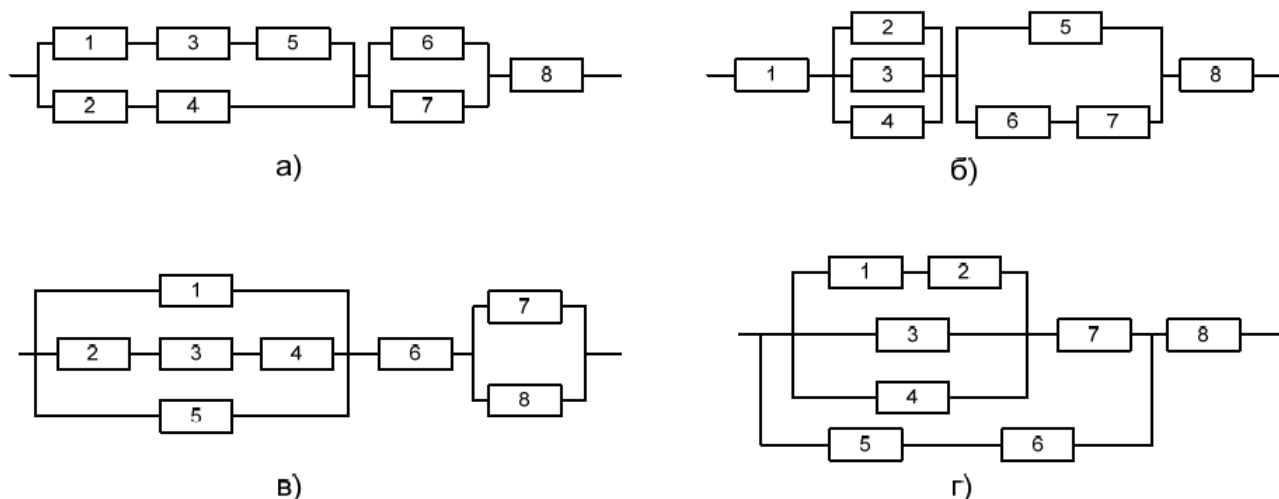

Рисунок 8. – Варианты структурных схем надежности (по первой цифре варианта а – 0; б – 1; в – 2; г – 3).
8. Система состоит из 8 элементов. На заданном интервале времени вероятности безотказной работы каждого из элементов равны $P_i(t)$. Определить вероятность безотказной работы системы. Исходные данные – схему и $P_i(t)$ взять из рис. 8 и табл. 12.